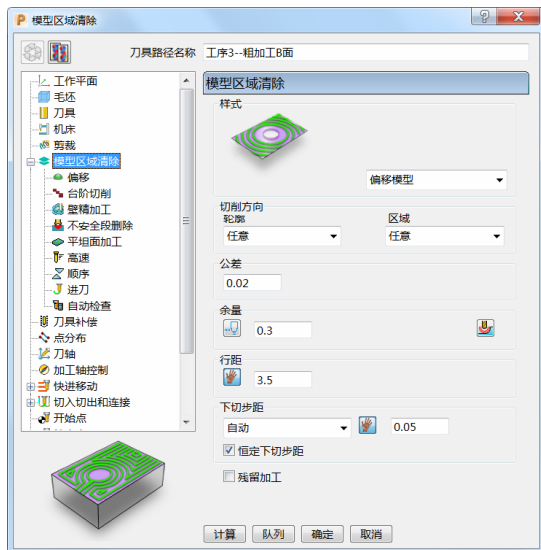

图 5-16
5) 模型区域清除：样式选择“偏移模型”，切削方向选择“任意”。设定公差“0.02”、余量“0.3”、行距“3.5”、下切步距“0.05”，勾选“恒定下切步距”。（图 5-16）